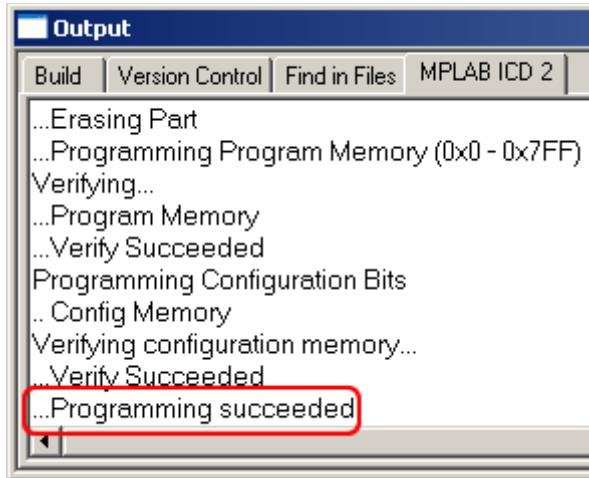

Figura 3.53 - Mensagem informando que a programação foi realizada com sucesso.
- 12) O MPLAB exibirá uma mensagem de Programação realizada com sucesso. (ver Figura 3.53)